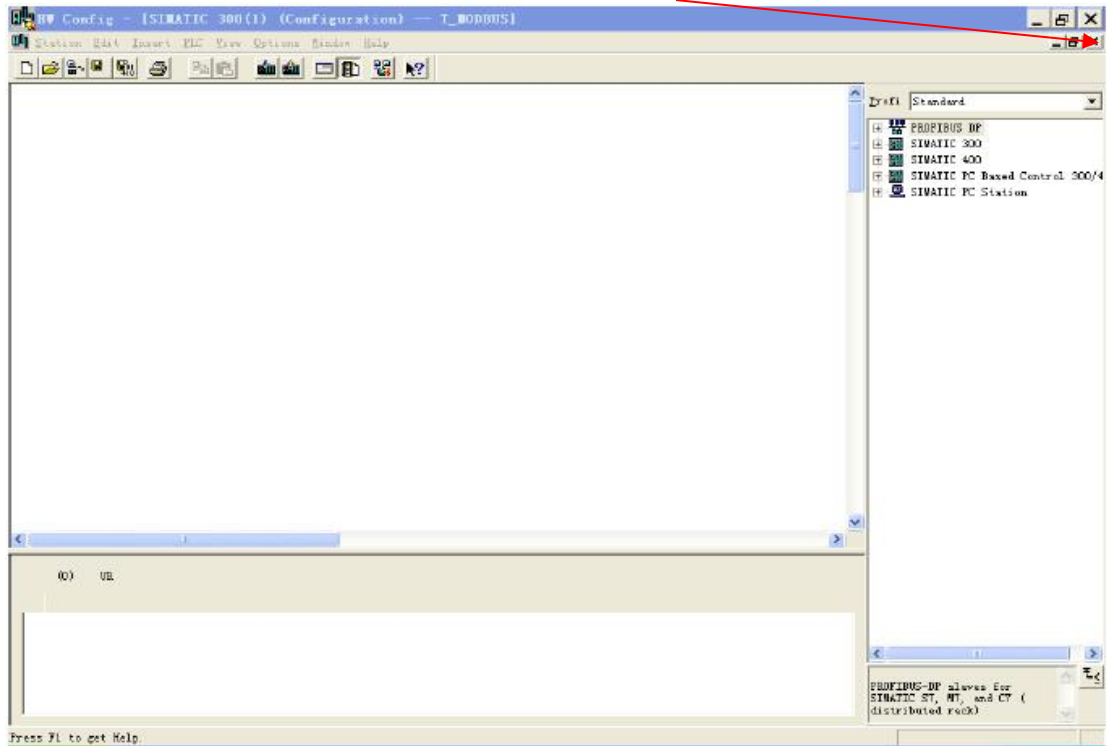
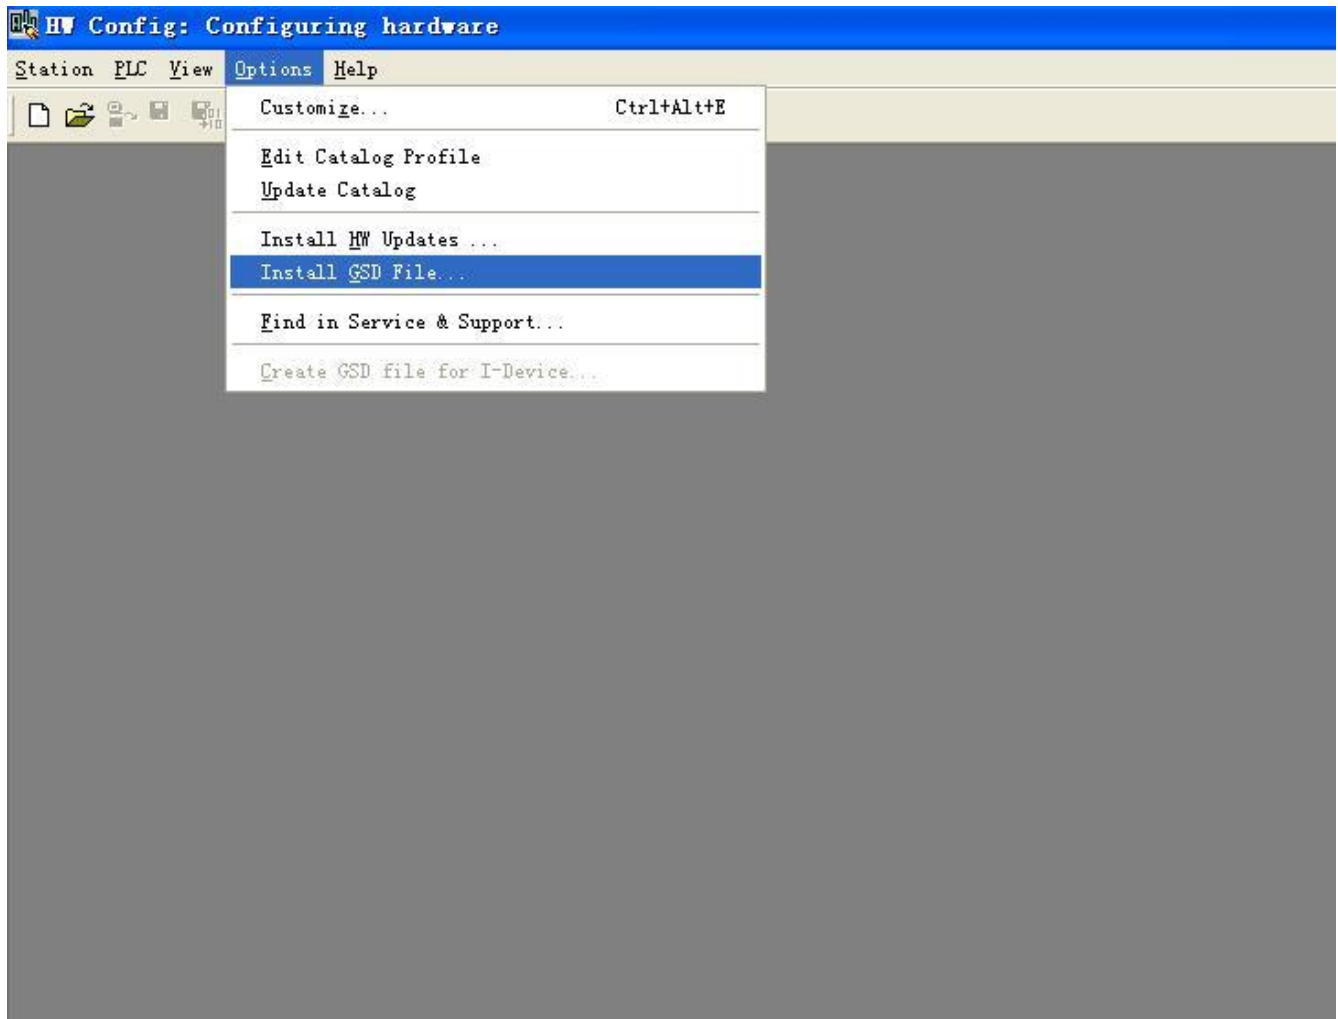

图 5
图 6
5. 弹出的组态界面如图 5 所示, 注册 GSD 文件之前应该**关闭**当前工程的组态窗口。
1. 在图 5 中关闭当前工程组态窗口后，点击菜单栏 Options->Install GSD file，如图 6: